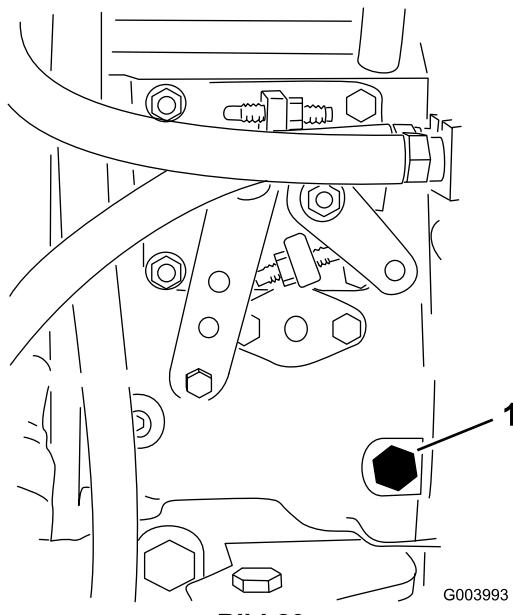

Bild 20
3. Öffnen Sie die Entlüftungsschraube an der Kraftstoffeinspritzpumpe (**Bild 20**) mit einem 12 mm Schraubenschlüssel.